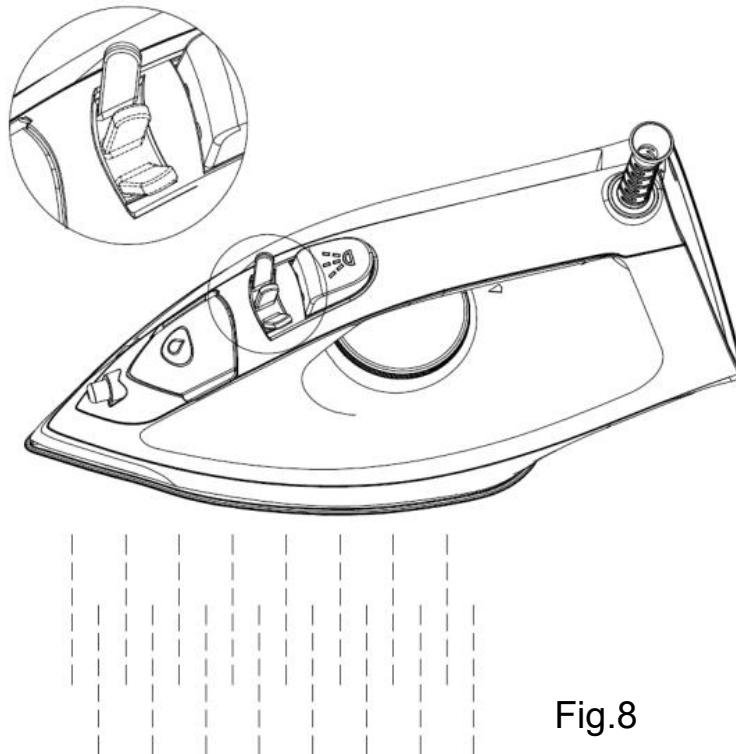

Fig.8
33. Wir sollten das Gerät je nach Wasserhärte und Nutzungshäufigkeit regelmäßig reinigen . Um die Reinigungsfunktion zu aktivieren, drehen Sie den Dampfknopf auf die Einstellung „Reinigen“ und halten Sie ihn gedrückt (siehe Abb. 8). Dann wechselt das Gerät in den Reinigungsmodus. Und nach dem Loslassen des Dampfknopfs wechselt das Gerät in den Dampfmodus.
- (5) niemals die heiße Bügelsohle , bevor diese abgekühlt ist !
- (6) Damit die Bügelsohle glatt bleibt , sollte sie nicht mit Metallgegenständen in Berührung kommen . Verwenden Sie zum Reinigen der Bügelsohle niemals Scheuerschwämme, Essig oder andere Chemikalien.
11. Reinigen Sie das Innere des Geräts regelmäßig, indem Sie die Clean-Funktion aktivieren (siehe Abb. 8).